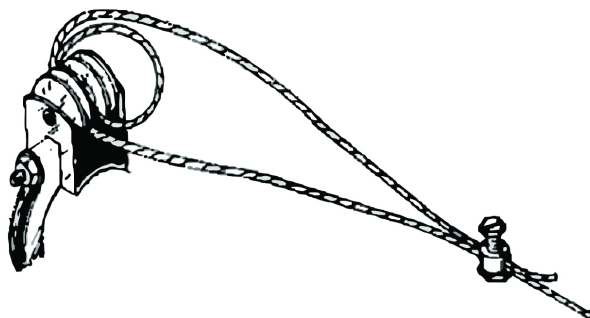

Figura 38. Cable antiperchero en la tolva
2. Comenzar en el extremo de la línea donde se encuentra la tolva y hacer un lazo alrededor del soporte antiperchero. Para obtener mejores resultados, hacer un lazo doble alrededor del aislador antiperchero en la ranura central del aislador y sujetarlo con una abrazadera de cable de 1/16", como se muestra en la **Figura 38.**